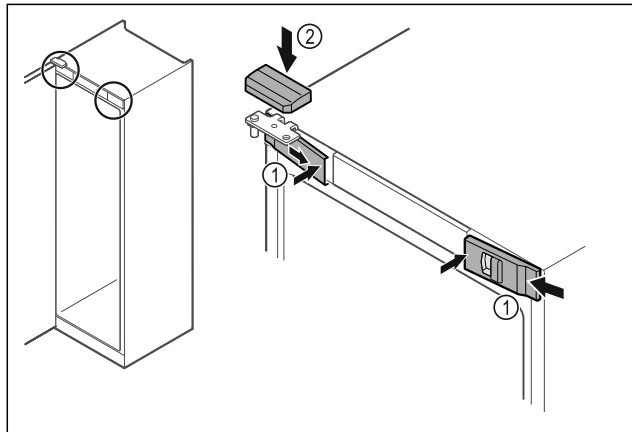

Fig. 55
- ▶ Voorste afdekkingen Fig. 55 (1) zijdelings aanbrengen en van binnen vastklikken.
- ▶ Bovenste afdekking Fig. 55 (2) van boven vastklikken.